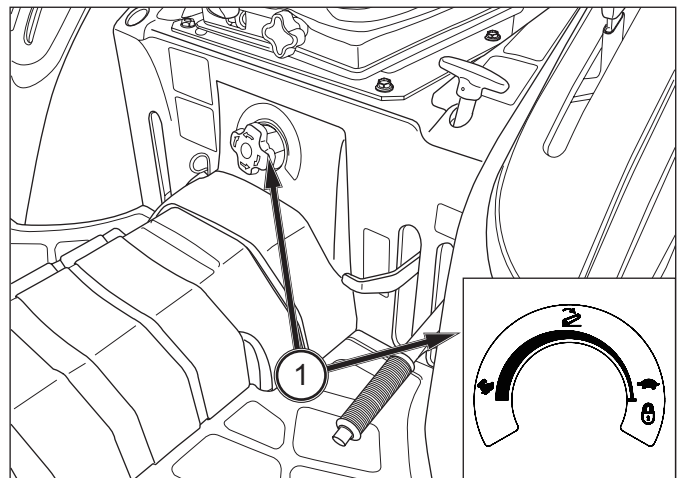

ABB. 61
ABB. 61: Der Positionswahlhebel hält die Höhe der Anbauvorrichtung in Relation zum Traktor konstant. Durch Zurückziehen des Positionswahlhebels (1) werden die Anbauvorrichtung und das Anbaugerät angehoben. Durch Vorwärtsschieben des Hebels wird die Anbauvorrichtung abgesenkt. Jede Stellung des Hebels bewirkt eine bestimmte Position von Anbauvorrichtung und –gerät.